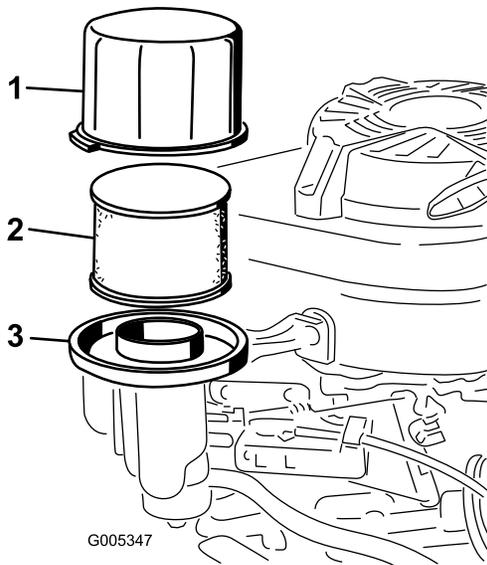

Figura 18
3. Togliete il coperchio e pulitelo accuratamente (Figura 18).
4. Rimuovete il prefiltra in schiuma sintetica e il filtro aria di carta dalla base del filtro dell'aria (Figura 18).